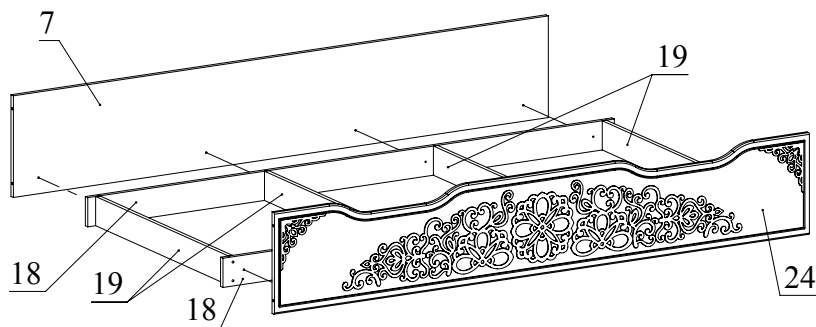

Рис.3
4. С помощью конфирматов скрепите детали 18, 19. Деталь 22 к полученной сборке крепить с помощью винтов М6x25 и шайб увеличенных, а деталь 2 - с помощью стяжек винтовых М4 (Рис. 3).